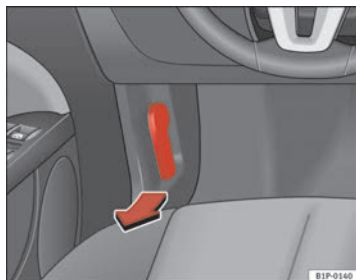

Fig. 140 Detalle de la zona reposapiés del lado del conductor: palanca para el desbloqueo del capó del motor.
- Tire de la palanca que se encuentra bajo el tablero de instrumentos ⇒ fig. 140 en el sentido que indica la flecha. El capó queda desbloqueado por la acción resorte del muelle ⇒ ⚠.